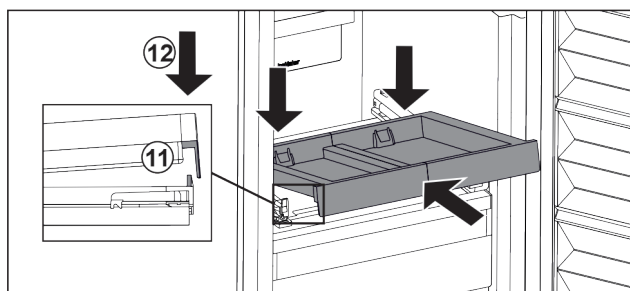

Fig. 104
- Inserire in modo inclinato. Assicuratevi che l'arresto sia dietro la linguetta su entrambi i lati. Fig. 104 (11)
- Abbassare il ripiano estraibile nella parte anteriore. Fig. 104 (12)